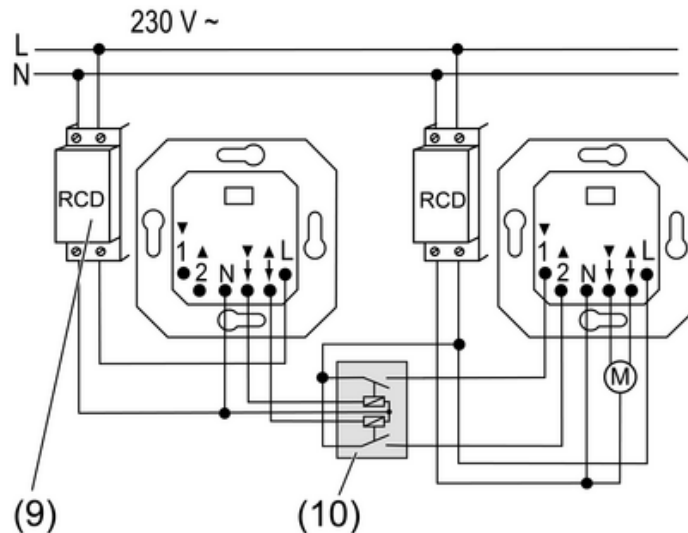

Figure 4: Exemple de raccordement de deux circuits RCD
(9) Interrupteur de protection contre les courants de défaut, RCD
(10) Relais de séparation des stores
- Raccorder les appareils conformément à l'exemple de raccordement (figure 4).